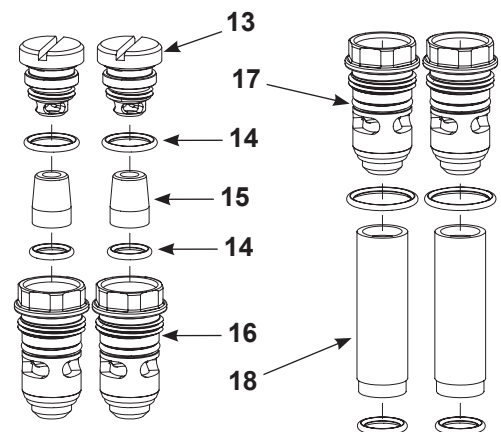

Figura 24 Montare i raccordi sui tubi di fluidizzazione
4. Vedi Figura 24. Montare assieme le valvole di ritegno (13), gli o-ring (12), gli attacchi di accesso (14) e i cappucci dei raccordi (10), prima di sostituire i tubi di fluidizzazione (16). Al termine montare gli attacchi di accesso completi (17) e gli o-ring aggiuntivi sui tubi di fluidizzazione (18).